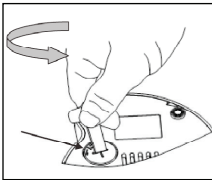

Bild 1
1. Mit einem schlitzschaubendreher oder einem ähnlichen gegenstand (runde spitze eines messers für brot, zum beispiel), gegen den uhrzeigersinn drehen, um die batterieabdeckung, die an der rückseite der liegt im uhrzeigersinn grundlage von kaffee, Bild 1.